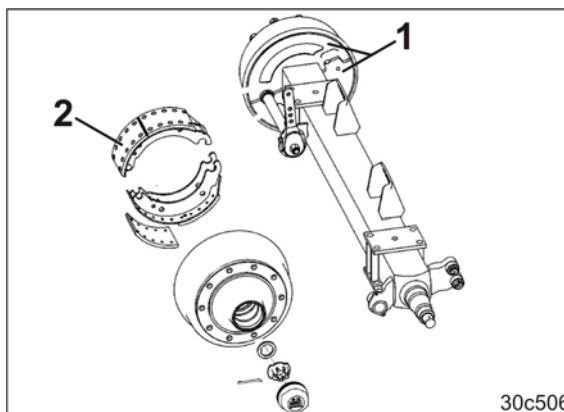

Bild 321
1. Skruva av båda täckkåporna (Bild 321/1) på bromstrummans insida.
Smuts som trängt in kan avsättas på bromsbeläggen (Bild 321/2) och försämra bromseffekten avsevärt.